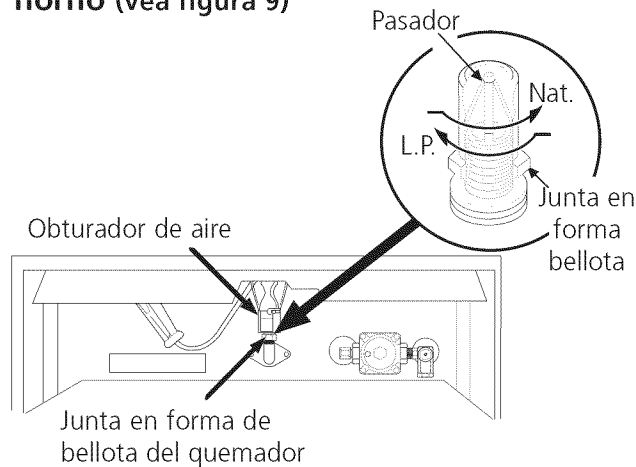

Figura 9
B. Ajuste del orificio del quemador del horno (vea figura 9)
Usando una llave de $\frac{1}{2}$ " , giro hacia abajo la junta en forma de bellota ajustable que inyecta gas al quemador del horno. Gire esta junta en forma de bellota hasta que ajuste contra el pasador medidor de LP. Esto será aproximadamente 2 $\frac{1}{2}$ vueltas. No lo apriete demasiado (vea figura 9).